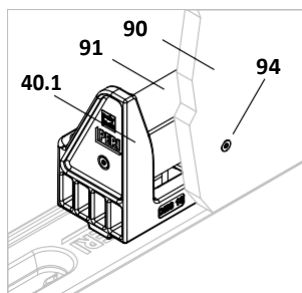

Fig. A4.06
1. Поставете 50 x 50 x 120 mm трупче (91) в свръзката DES и го закрепете с винтове Torx 5 x 15.
3. Закрепете вложките (90) към трупчето с минимум 2 Torx винта 5 x 40:
- Като надстрояване от правата страна (40.1), (Fig. A4.06)